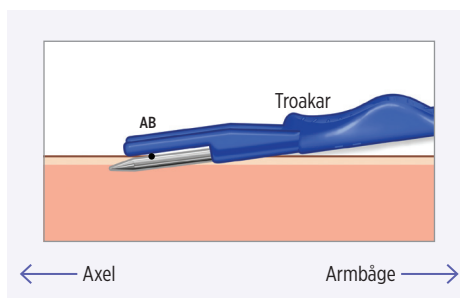

Bild 3
3. När spetsen på insättningsskydden ligger an mot huden och troakaren vid det subkutana området, minskas vinkeln för ingång i huden till ca 5–10 grader (bild 3). Säkerställ att fingrarna inte ligger under metallstaven eller instrumentets plastdelar, eftersom det kan ge en större vinkling.